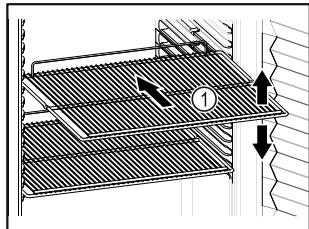

Fig. 62 Ενδεικτική απεικόνιση
- Εάν οι σχάρες Fig. 62 (1) είναι ρυθμιζόμενες, προσαρμόστε τα ανάλογα με το ύψος.